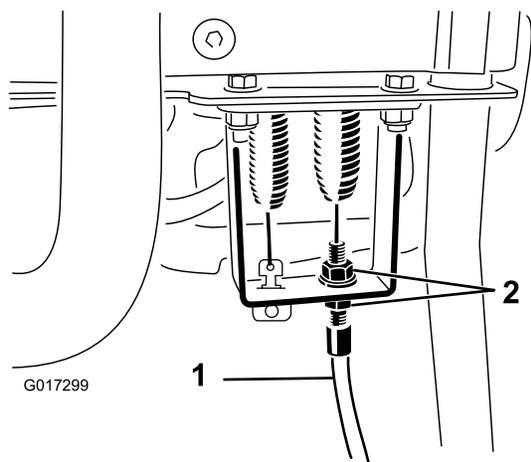

Figure 47
4. Au niveau du tablier de panneau de commande, desserrez le câble de commande du cylindre pour détendre le câble (Figure 47).